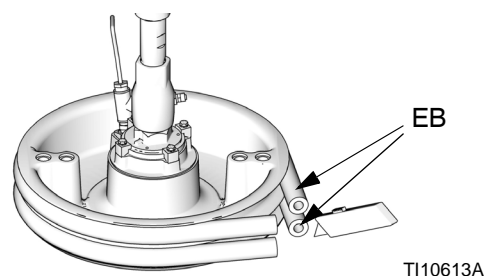

図 33
2. 電源ジャンクションボックスのスイッチ (AK) と切断スイッチ (AZ) をオフにします。
3. 磨耗または破損したワイパー (EB) を交換するには、ドラムからプラテンを吊り上げます。ドラムをベースから取り外します。プラテンから液体をふき取ります。
4. ナイフでワイパー (EB) をカットし、プラテンから取り外します。図 33 を参照してください。